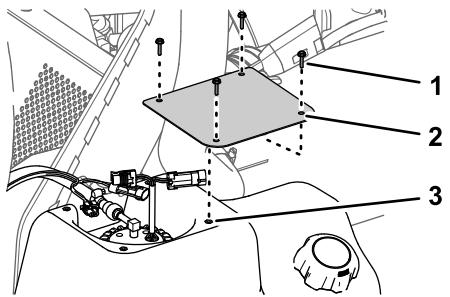

Bild 89
1. Befestigen Sie die Abdeckung mit den vier Schrauben (Nr. 10 x 3/4"), die Sie in Schritt 2 von Entfernen der Abdeckung der Kraftstoffpumpe \(Seite 65\) entfernt haben, am Tank (Bild 89).